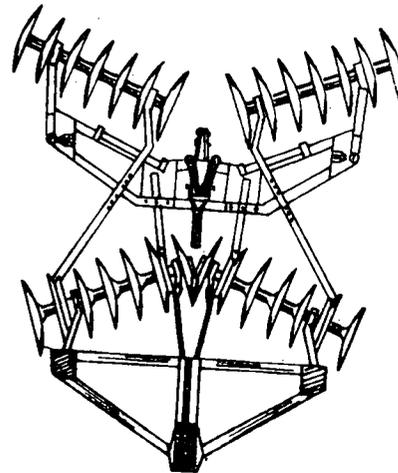

Fig. 2
- b Coloque-se em posição de trabalho (fig. 2).